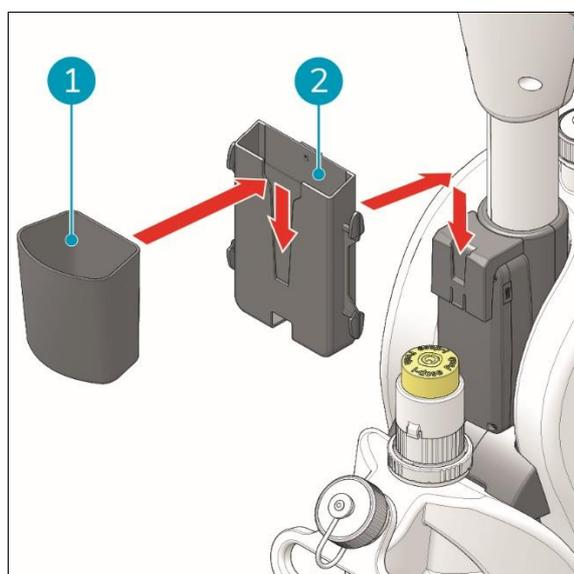

Figura 14
1. Far scorrere la parte posteriore del supporto del cellulare (Figura 14, pos. 2) nella fessura del supporto. Far scorrere la parte posteriore del cestino (Figura 14, pos. 1) nella tacca del supporto del cellulare.